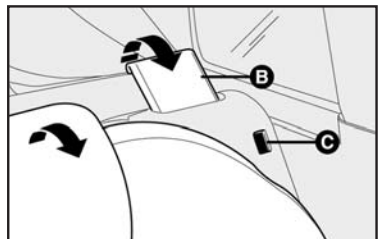
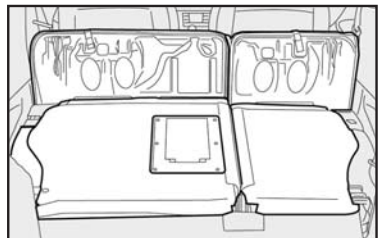

fig. 109
fig. 110
4) Incliná-los para frente os assentos operando nas duas linguetas localizadas no centro do assento. Levantar as alavancas **B-fig. 109** de retenção do encosto e basculá-los para frente, de modo a obter um único plano de carga **fig. 110**.
O levantamento da alavanca **B** é evidenciado por uma marca vermelha **C-fig. 109**.
4) Levantar a alavanca **B-fig. 109** de retenção do encosto e basculá-lo para frente.
2) Para versões com banco traseiro não deslizante, levantar os encostos empurrando-os para trás até perceber o travamento de ambos os mecanismos de fixação, verificando visualmente o desaparecimento da marca vermelha existente ao lado das alavancas **C-fig. 109**. Esta marca vermelha indica o encaixe incorreto do encosto.